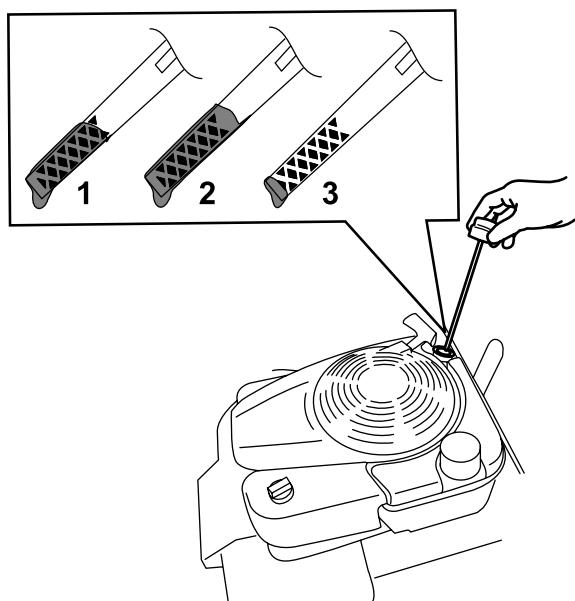

Figura 32
3. Retire la varilla girando el tapón en el sentido contrario a las agujas del reloj y tirando del mismo (Figura 32).
10. Observe en la varilla el nivel de aceite (Figura 32).